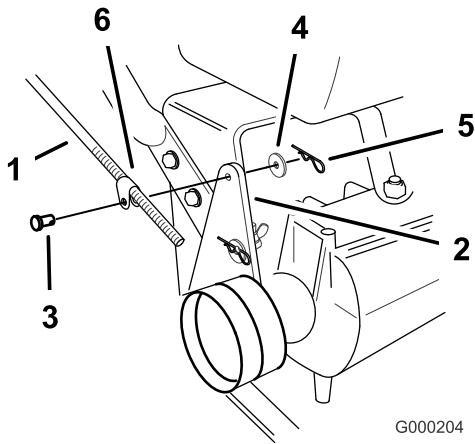

Figura 15
1. Retire la chaveta, la arandela y el pasador que sujetan el acoplamiento de la varilla de control al soporte de la polea tensora (Figura 15).